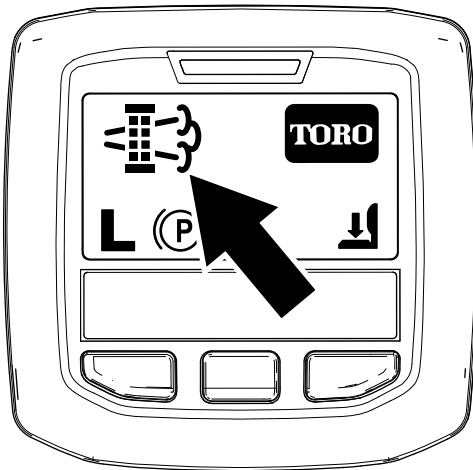

Bild 17
- Wenn der Motorcomputer eine geparkte Regenerierung oder eine Wiederherstellung-Regenerierung anfordert, wird das Symbol für die Anforderung einer Regenerierung (Bild 17) im InfoCenter angezeigt.